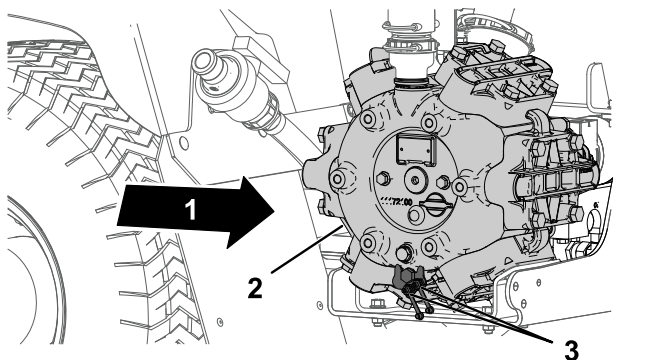

Bild 62
1. Wischen Sie die zwei Schmiernippel mit einem sauberen Lappen ab (Bild 62).
2. Pressen Sie Fett in die Schmiernippel (Bild 62).